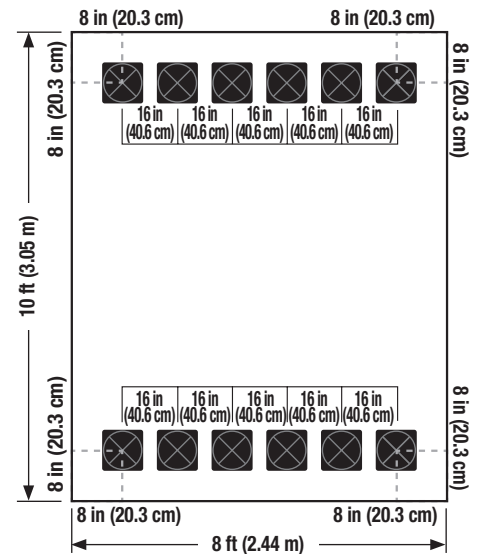

Imagen 33
- Usando el cordel y el nivel de hilo, tienda el cordel desde el pedestal colocado dentro de la estaca A hasta el pedestal dentro de la estaca B. Suba o baje el pedestal dentro de la estaca B para que esté nivelado con el pedestal dentro de la estaca A. Una vez colocado, repita el mismo proceso para colocar los 5 sistemas de pedestales restantes a la altura nivelada como se muestra la *imagen 33*.